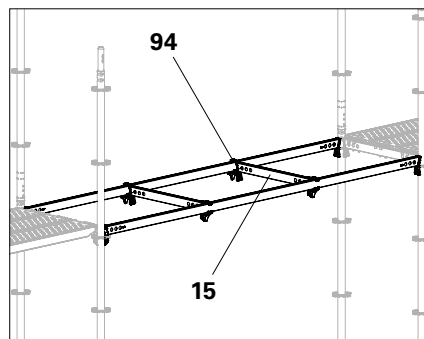

Abb. A8.04a
1. Zusätzliche Horizontalriegel (**15**) mit Riegelaufnahme UHA-2 (**94**) im Systemmaß montieren. Keile noch nicht festschlagen. (Abb. A8.04a)